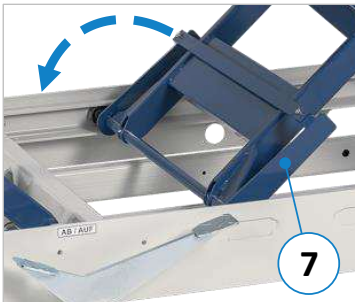

Abbildung 21: Sicherungs-Sperrklinke
Sperrklinke (7) zur Sicherung ganz nach unten klappen (⇒ Abbildung 21).